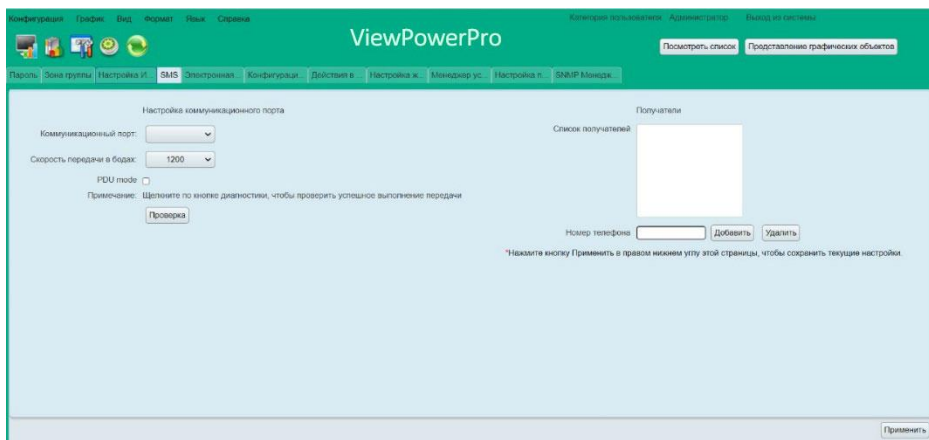

Рисунок 5-5
1. Выберите Configuration/Конфигурация >> SMS. См. рисунок 5-5.